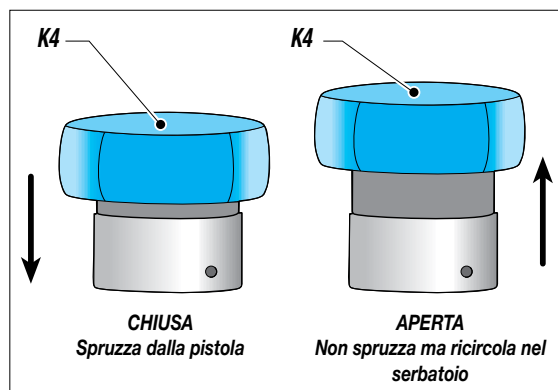

Fig. 4K
- Aprire la valvola di ricircolo-sicurezza (K4) come mostrato in Fig. 4K